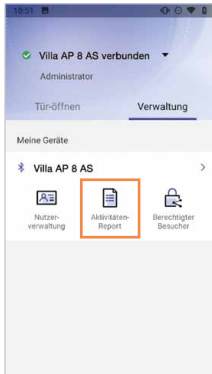

Abb. 1
- ▶ Tippen Sie auf Aktivitäts-Report (Abb. 1).